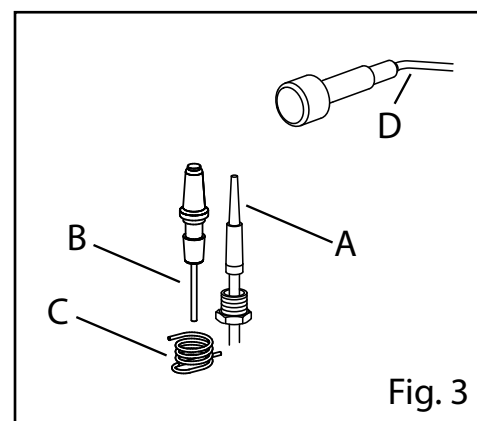

Fig. 3
- Dévisser le thermocouple du pilote (par ex. Fig. 3/A)
- Débrancher le câble de haute tension de la bougie (par ex. Fig. 3/B)
- Dévisser l'écrou (par ex. Fig. 3/C)
- Débrancher le câble de haute tension (par ex. Fig. 3/B)
- Débrancher le câble de l'allumeur piézoélectrique (par ex. Fig. 3/D)